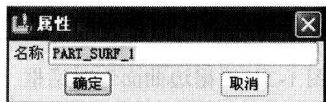

图 1-21 “属性”对话框
- (1) 在右侧工具栏中单击“分型面”图标，弹出“分型面”菜单。
- (2) 选择工具栏中的“属性”按钮，在图 1-21 所示的“属性”对话框输入分型面的名称，单击“确定”按钮。